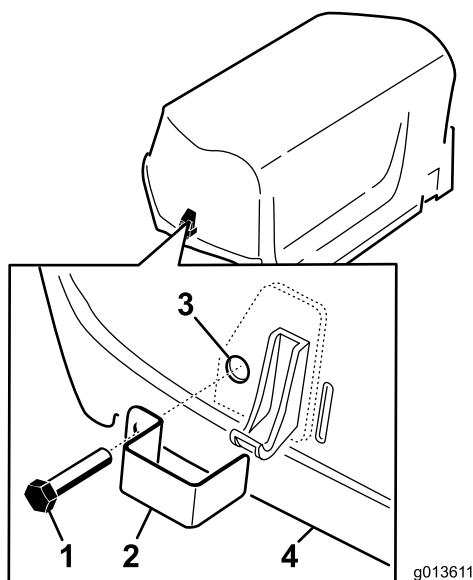

Figura 7
1. Instale un seguro del cierre sobre los cierres derecho e izquierdo del capó con un perno de rosca completa (dos en total) (Figura 7).
2. Usando un alicate o una llave inglesa ajustable, enrosque una arandela de freno con dientes internos sobre cada perno (1-2 vueltas) para sujetar el perno (Figura 7).